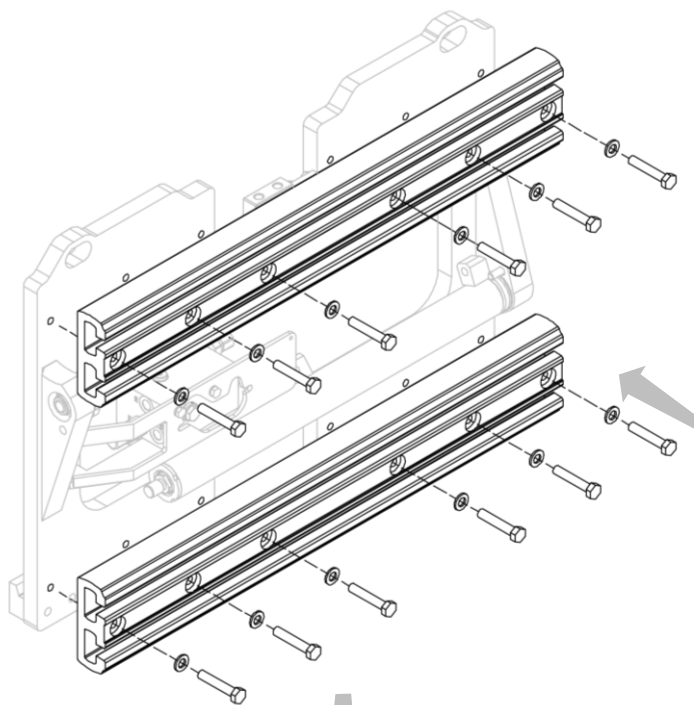
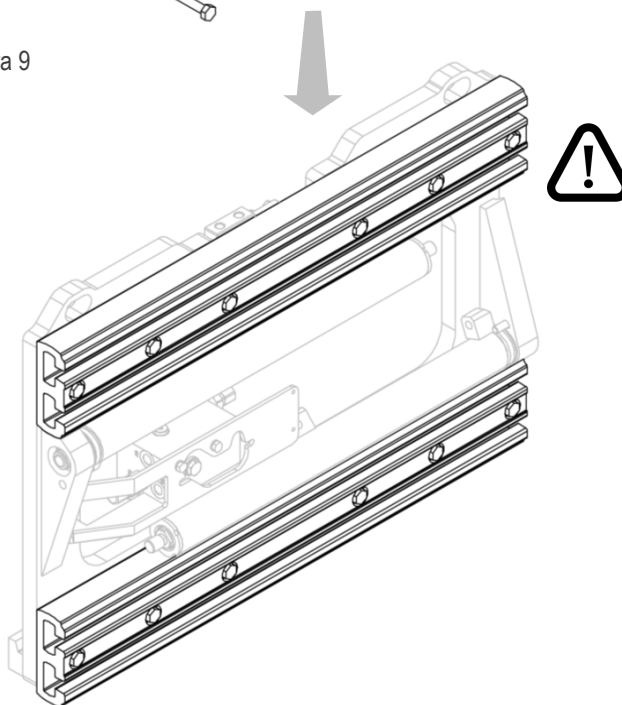

Figura 9
Figura 10
2. Inserte las deslizaderas de nailon y fíjelos con los tornillos (mira *Figura 9* y *Figura 10*).